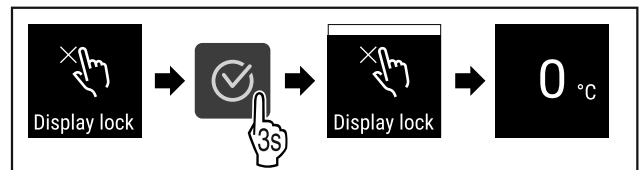

Fig. 67
- ▶ Udfør handlingstrinene (se Fig. 67) .